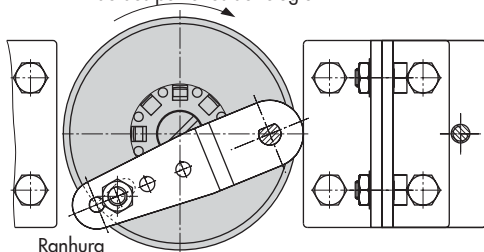

Fig. 5-23: Montagem em atuadores rotativos
- Consulte a Fig. 5-23
1. Coloque o dispositivo de arraste (3) no veio ranhurado do atuador ou do espaçador (5).
2. Coloque o disco de acoplamento (4) com o lado plano virado para o atuador no dispositivo de arraste (3). Alinhe a ranhura de modo a corresponder à direção de rotação quando a válvula está na posição fechada (consulte a Fig. 5-23).
3. Fixe o disco de acoplamento (4) e dispositivo de arraste (3) firmemente no veio do atuador utilizando o parafuso (4.1) e a anilha de pressão (4.2).
Legenda para Fig. 5-22 e Fig. 5-23
atuador, ajuste o braço (1) de modo a encaixar o pino transmissor na ranhura do disco de acoplamento (4) (Fig. 5-23). É necessário assegurar que o braço (1) fique paralelo ao lado longo do posicionador quando o atuador se encontra a meio do seu ângulo de rotação.